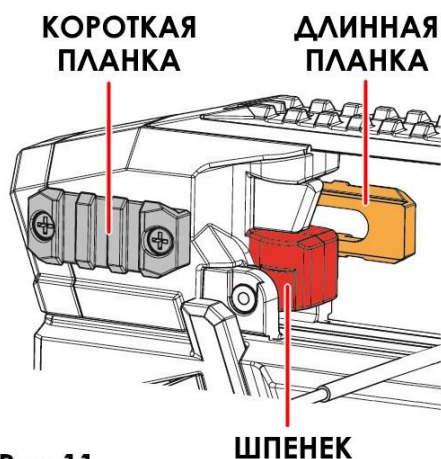
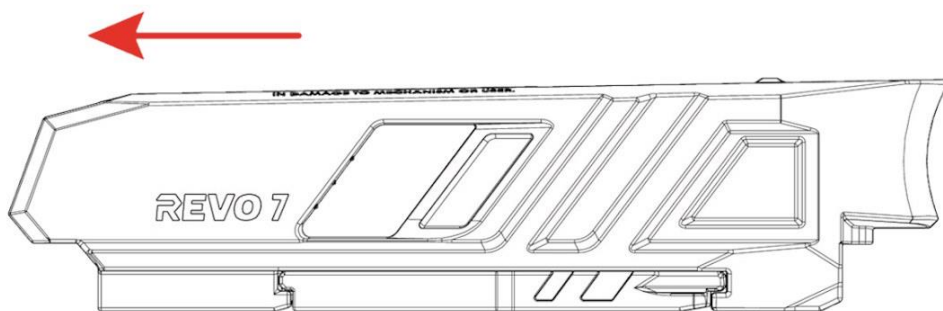
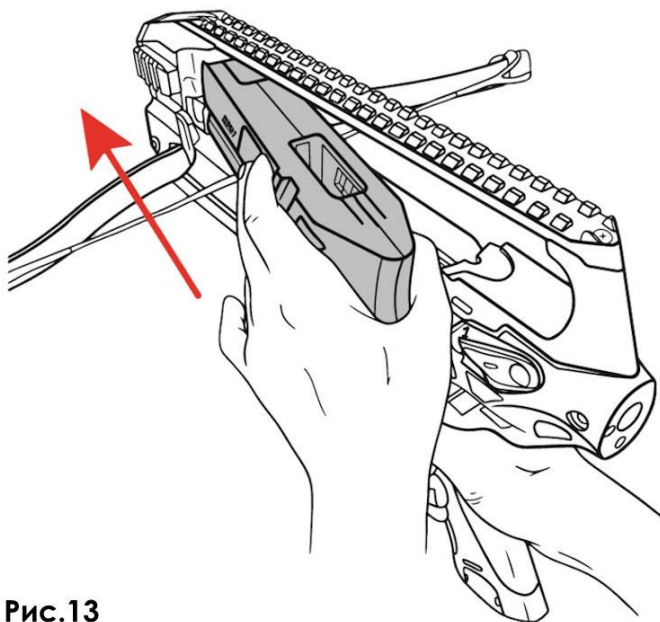

Рис.11
Рис.12
Рис.13
1. В передней части паза прицельной рамы располагается подпружиненный шпенок (Рис.11). Поместите магазин в паз передней частью, уперев его в подпружиненный шпенок (Рис.13). Передняя часть магазина обозначена надписью «Revo 7» и имеет специальную выемку на торце (Рис.12).
4. Обратите внимание на боковые планки Picatinny с двух сторон прицельной рамы. Установка магазина осуществляется со стороны короткой планки Picatinny. Если вам удобно устанавливать магазин с противоположной стороны, то с помощью крестовой отвертки переставьте короткую и длинную планку местами (Рис.11).